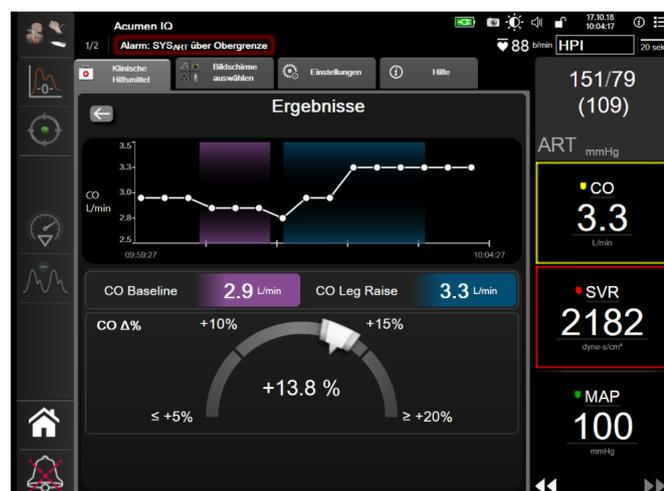

Abbildung 14-12 Test zur Flüssigkeitsreagibilität – Bildschirm „Ergebnisse“
- Nach Abschluss des Tests wird die Änderung im ausgewählten **Parameter**-Wert als Reaktion auf die Flüssigkeitsgabe angezeigt. Siehe Abbildung 14-12. Zum Durchführen eines anderen Tests auf das Zurück-Symbol tippen, oder auf das Startseiten-Symbol tippen, um zum Haupt-Überwachungsbildschirm zurückzukehren.
- 9 Nach Abschluss des Tests wird die Änderung im ausgewählten **Parameter**-Wert als Reaktion auf die Flüssigkeitsgabe angezeigt. Siehe Abbildung 14-12. Zum Durchführen eines anderen Tests auf das Zurück-Symbol tippen, oder auf das Startseiten-Symbol tippen, um zum Haupt-Überwachungsbildschirm zurückzukehren.